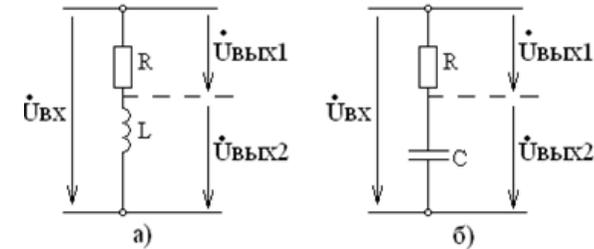

Рис. 7.3
- 10) докажите в общем виде, что граничная частота для обоих выходов в каждой модели (рис. 7.3а, б)) одинакова, выразите $\omega_{гр}$ через параметры модели;